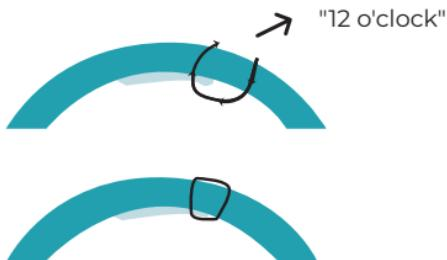

Fig 2. Sutura de EndoArt®
23. Suture el implante (sutura simple, no absorbible, exactamente a las 12 en punto, perpendicular al centro, según la Fig. 2). La orientación perpendicular de la sutura es importante para evitar el descentrado. La sutura deberá retirarse al menos 12 semanas después de la fijación evidente. Se recomienda retirar la sutura antes de 6 meses después de una buena fijación.